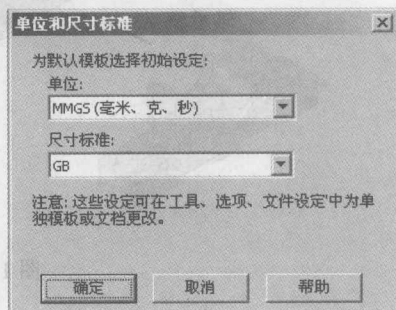

图 1-6 设定“单位和尺寸标准”
(3) 单击标准工具栏中的 (新建) 工具, 系统显示“单位和尺寸标准”选项框, 如图 1-6 所示, 选择单位为“MMGS(毫米、克、秒)”, 尺寸标准为“GB”。单击“确定”按钮完成系统设定。